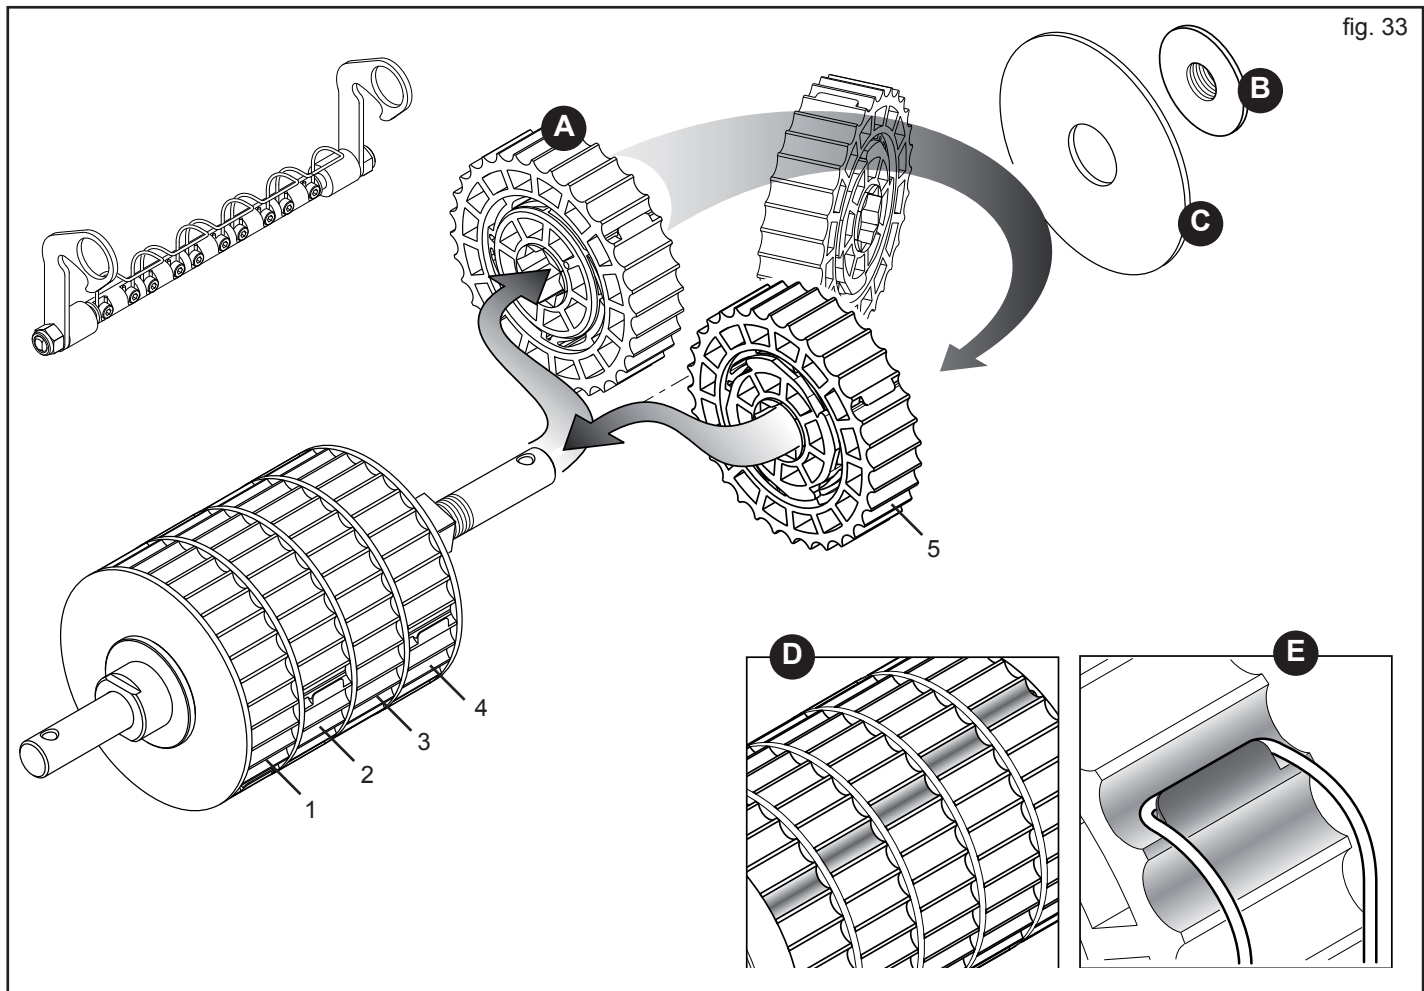

fig. 33
Considerând că fiecare sector (A, Fig. 33) distribuie 20% din produsul din interiorul ruloului dozator, este posibilă creșterea sectoarelor aflate în lucru și respectiv reducerea vitezei de rotație a schimbătorului, obținând o distribuție omogenă.
După ce ați demontat ruloul dozator de la utilaj, destrângeți mânerul (B, Fig. 33) și îndepărtați inelul de blocaj (C). Scoateți sectorul sau sectoarele care trebuiesc excluse și remontați-le rotite cu 180° **respectând pozițiile** (1-2-3-4-5, Fig. 33).
La remontarea sectoarele, faceți astfel încât în condiții de lucru cele active să aibe camerele defazate una față de alta (D, Fig. 33), pentru a garanta o distribuție continuă.
Blocați inelul de curățare în poziția de lucru, verificând ca arcurile să nu prindă sectoarele inversate precedent (E, Fig. 33) împiedicând rotația și deci distribuția.